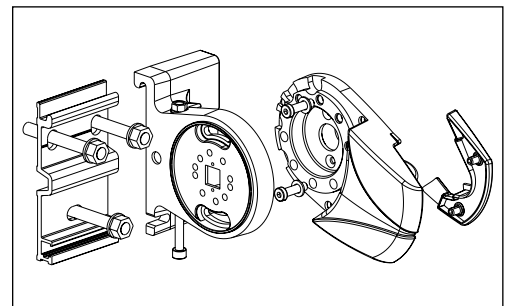

Fig. 5 : Console latérale
3.9. Entonnoir de la barre de charge (voir fig. 5)